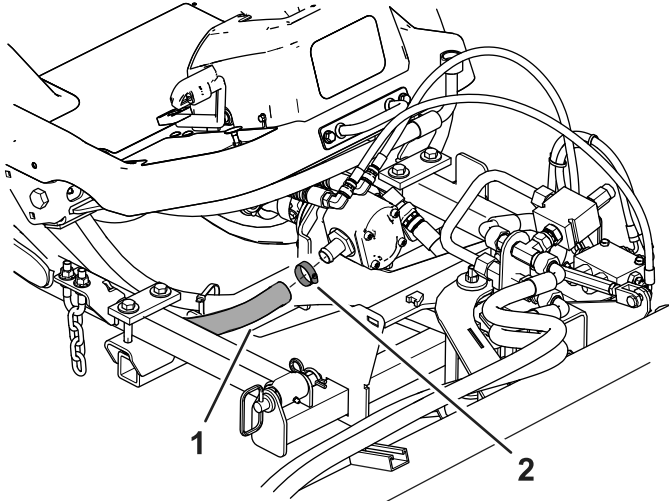

Figure 15
1. Branchez le flexible à crépine sur la pompe de la brosse (Figure 15).